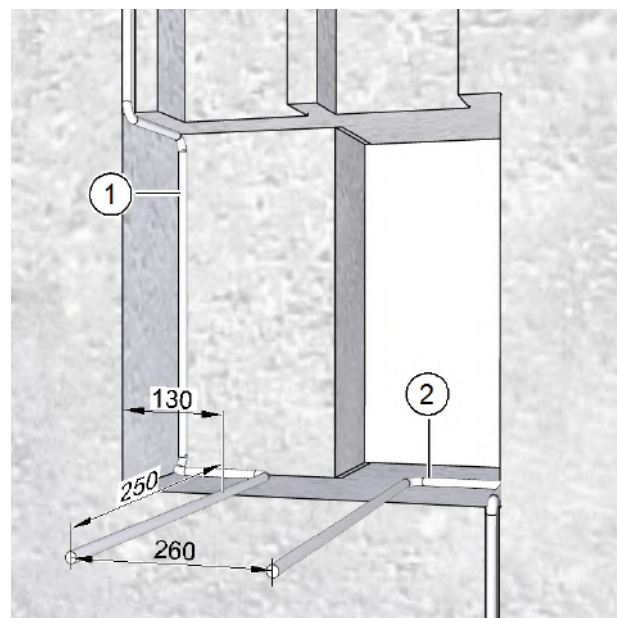

Abb. 13: Anschlusskabel verlegen,
- ▶ Verlegen Sie das Netzkabel (Pos. 1 in Abb. 13) und ggf. das Steuerkabel (Pos. 2 in Abb. 13) mit einem Kabelüberstand von ca. 250 mm über die Mauer.